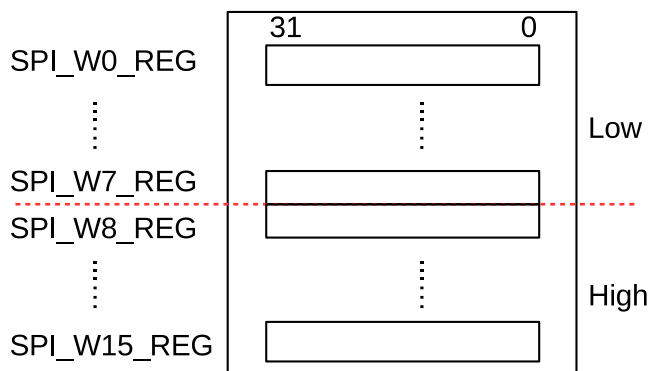

图 27-2. CPU 控制的传输中使用的数据 Buffer
GP-SPI2 提供了 16 个 32-bit 的数据 buffer，即 `SPI_W0_REG ~ SPI_W15_REG`，见图 27-2。CPU 控制的传输表示在该次传输中发送的数据来自数据 buffer 或接收的数据存入数据 buffer。在这种传输方式下，每次传输事务均需要先配置相关寄存器，然后由 CPU 来触发。因此，CPU 控制的传输只能是单次传输，即仅包含一次传输事务。CPU 控制的传输支持全双工通信和半双工通信。
- **SPI Buffer**：SPI\_WO\_REG ~ SPI\_W15\_REG，见图 27-2。CPU 控制模式下传输的数据在 SPI buffer 中准备。